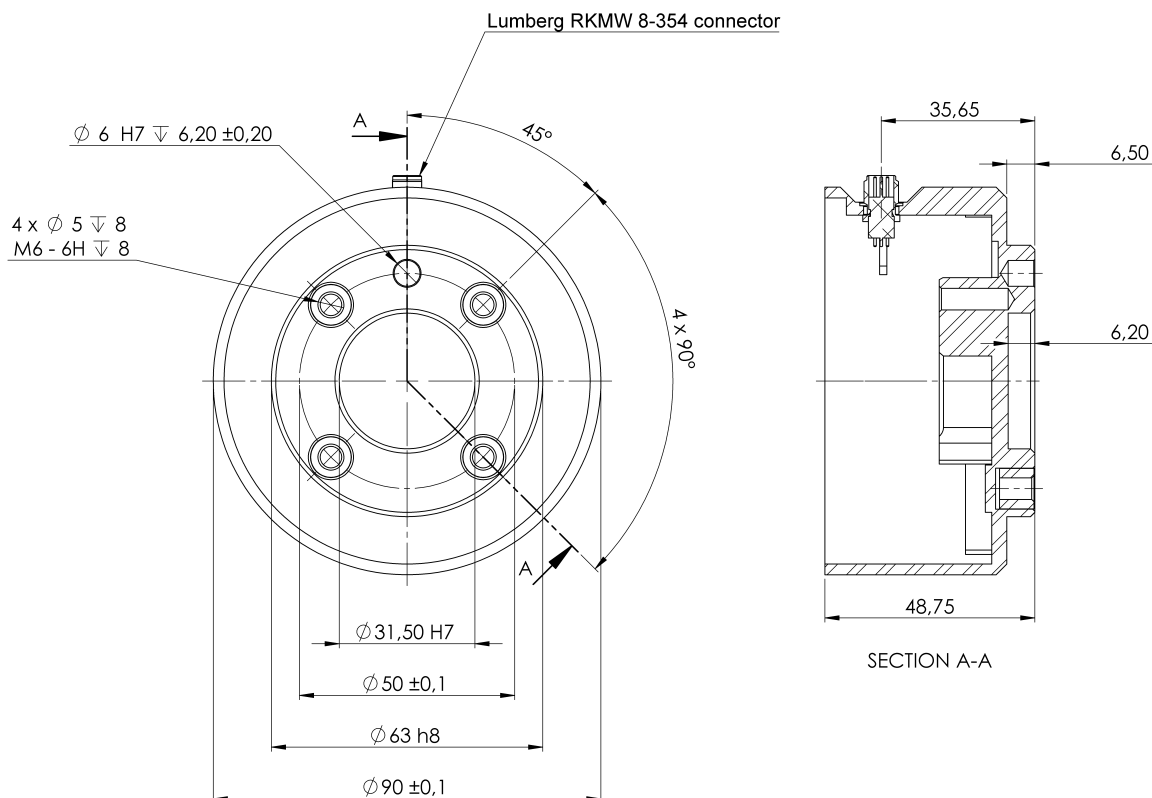

Figura 4.2: Flanșa de ieșire a sculei (ISO 9409-1-50-4-M6) este locul unde scula se montează la vârful robotului. Toate măsurile sunt în mm.
**Sculă** Flanșa sculei robotului are patru găuri filetate M6 pentru atașarea unei scule la robot. Șuruburile M6 trebuie strânse cu 8 N m, clasa de rezistență 8.8. Pentru o re poziționare precisă a sculei, folosiți un pin în cele Ø6 găuri existente. Figura 4.2 prezintă dimensiunile și șablonul de găuri de pe flanșa sculei. Se recomandă folosirea unei găuri radiale pentru pin pentru a evita supra-strângerea, menținând însă precizia de poziționare. Pentru montarea sculei nu folosiți șuruburi mai mari de 8mm. Șuruburile M6 foarte lungi pot apăsa pe fundul flanșei sculei provocând